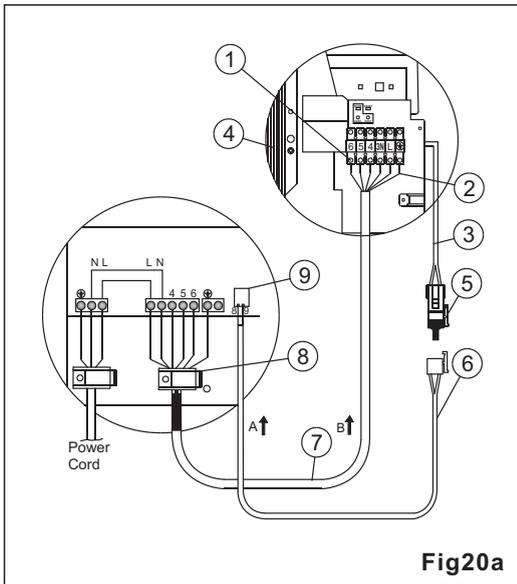
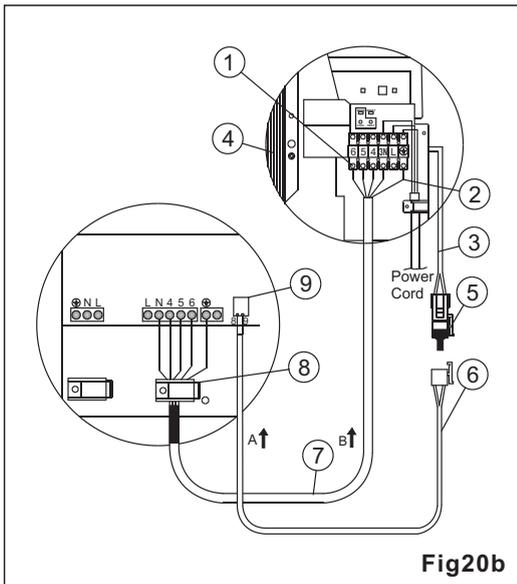
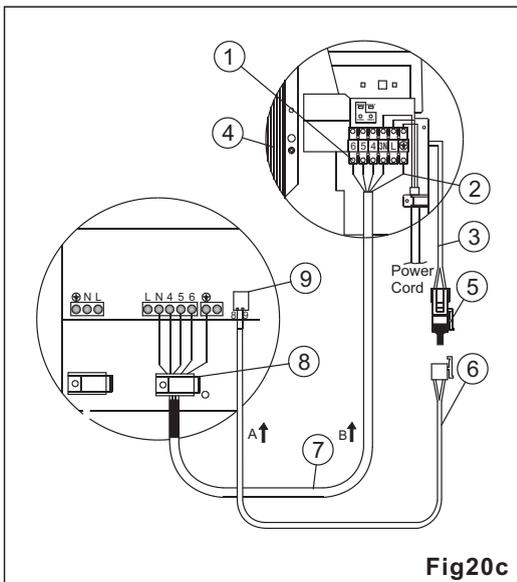

Fig.20a (WNG 21/24 1PH)
Fig.20b (WNG 21/24 1PH)
Fig.20c (WNG 21/24 3PH)
3. Conecte los finales de cable a las terminales de las unidades interior y exterior, de acuerdo a lo mostrado en fig. 20a, fig. 20b, fig. 20c.
4. Forme un recodo y conecte el cable amarillo/verde (2) a la terminal de descarga de la unidad interior, de acuerdo a lo mostrado en fig. 20a, fig. 20b, fig. 20c.